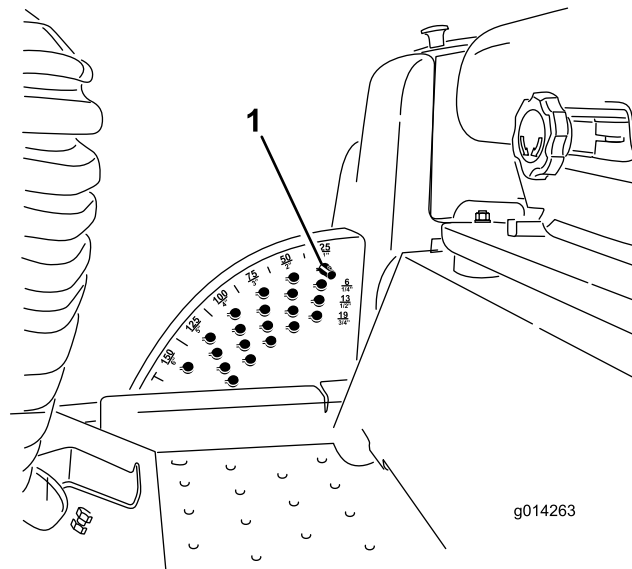

Figure 18
**Remarque:** Pour bloquer le plateau de coupe/l'accessoire en position relevée, levez le plateau au-delà de la position 15 cm, retirez la goupille de butée de hauteur de coupe (voir Réglage de la hauteur de coupe), et placez-la à la position 15 cm (Figure 18).
1. Lorsque le moteur tourne, repoussez la commande de relevage plateau de coupe en arrière jusqu'à ce que le plateau soit complètement relevé et **relâchez immédiatement la commande** (Figure 18).
2. Pour régler la hauteur de coupe, tournez la goupille de butée jusqu'à ce que la saillie s'aligne sur les fentes dans les trous du support de hauteur de coupe et déposez-la (Figure 18).
3. Placez la goupille dans le trou du support correspondant à la hauteur de coupe voulue et tournez-la pour la verrouiller en place (Figure 18).
**Remarque:** Il y a quatre rangées de trous (Figure 18). La première rangée donne la hauteur de coupe indiquée au-dessus de la goupille. La deuxième rangée donne la hauteur indiquée plus 6 mm. La troisième rangée donne la hauteur indiquée plus 12 mm. La dernière rangée donne la